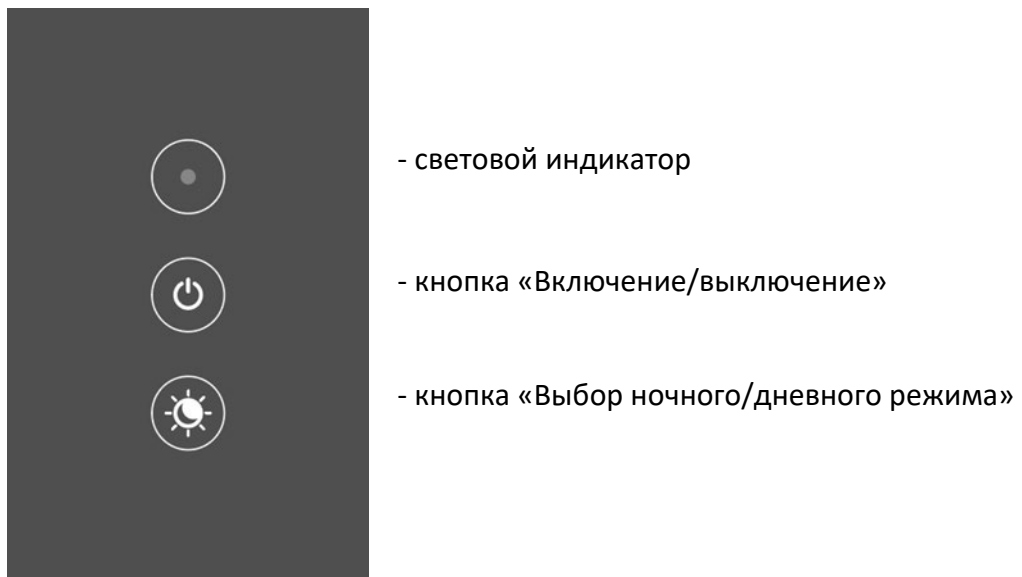

Рисунок 2. Панелью управления и световой индикации
- панелью управления и световой индикации (рисунок 2):